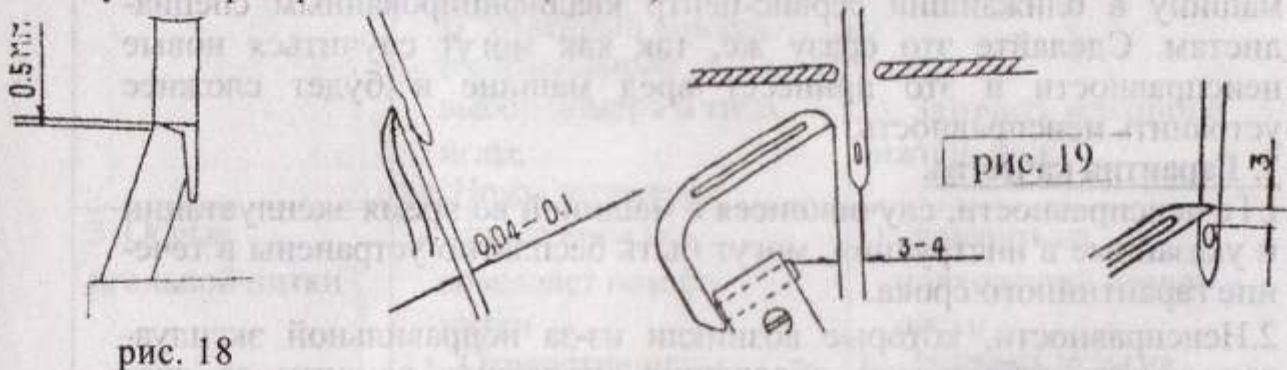

рис. 18
6. Установка нижнего (левого) петлителя. В крайнем левом положении левый петлитель находится на расстоянии 3-4 мм от центральной линии иглы (Рис. 18). Когда кончик левого петлителя достигает центральной линии иглы, он должен быть примерно на 3 мм выше верхней части игольного ушка. Зазор между ними примерно 0.04 - 0.1 мм (Рис. 18).